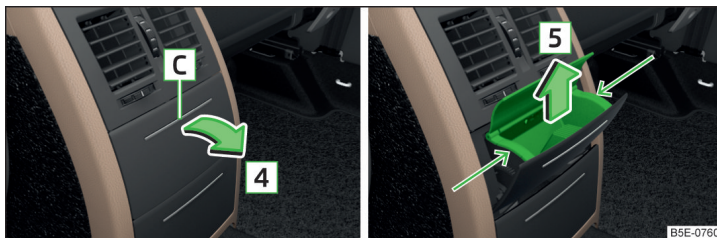

Fig. 80 Consola centrală superioară: deschiderea scrumierei din spate / scoaterea scrumierei din spate
- Pentru **deschidere**, apăsați pe capacul scrumierei în zona **[C]**. Scrumiera se deschide în sensul săgeții **[4]** » fig. 80.